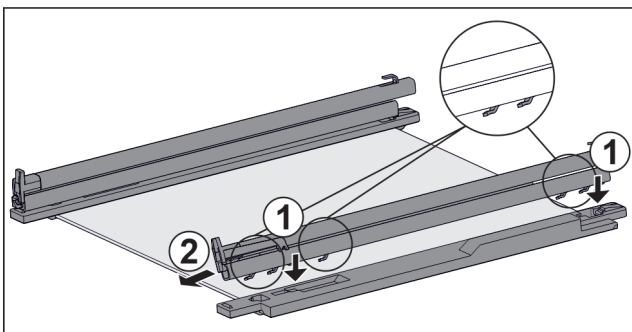

Fig. 224 Placă de sticlă cu șine și piese de fixare
- Așezați cârligele șinei pe deschiderile piesei de fixare din **stânga**. Fig. 224 (1)
- Trageți șina în față. Fig. 224 (2)
- Așezați cârligele șinei pe deschiderile piesei de fixare din **dreapta**. Fig. 224 (1)